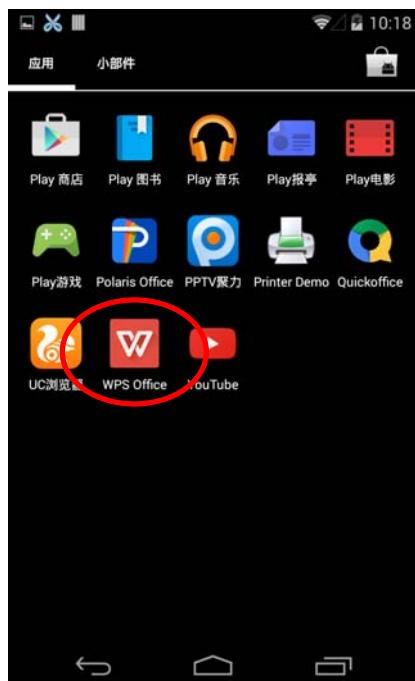

图 25
4.1 运行已安装的 APP “WPS Office”，如图 25 所示。